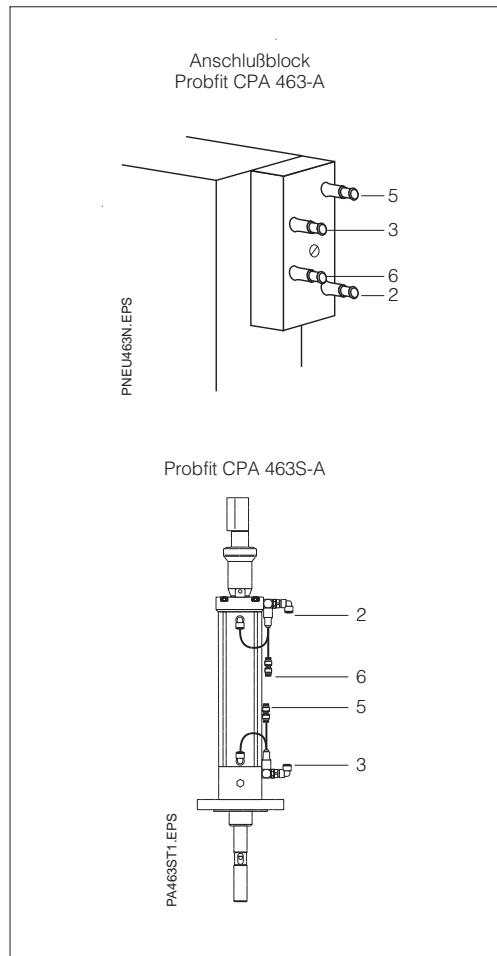

Bild 3.5: Pneumatik-Anschlußplan
- Die Pneumatikschläuche 1 bis 9 gemäß Pneumatik-Anschlußplan (siehe Bild 3.5) mit der pH-Wechselarmatur Probit CPA verbinden. Siehe hierzu auch Betriebsanleitung der pH-Wechselarmatur.